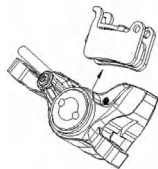
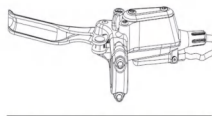

Figure 2-5 Démontage/montage des plaquettes de frein et des accessoires
Figure 2-6 Le réservoir d'huile du disque est parallèle au sol
- ② Retirez la roue et retirez la plaquette de frein du milieu de l'étrier de disque (comme indiqué sur la figure 2-5).
- ③ Nettoyez le piston et ses environs.
- ④ Réglez le vélo de manière à ce que le réservoir d'huile de frein à disque soit au niveau du sol, puis dévissez la vis d'étanchéité du réservoir d'huile (comme indiqué sur la Figure 2-6).
- ⑤ Appuyez sur le piston jusqu'à la position inférieure sans le déformer ni le faire saillir (veuillez noter que l'huile contenue dans la rainure peut s'écouler).
- ⑥ Installez de nouvelles plaquettes de frein et réinstallez les roues.
- ⑦ Appuyez plusieurs fois sur le levier de frein pour vous assurer que la poignée est fermement enfoncée.
- ⑧ Après avoir vérifié qu'il n'y a pas d'interférence entre la plaquette de frein et le disque, fixez la roue.
- ⑨ Après avoir serré la vis d'étanchéité du réservoir d'huile, remettez le levier de frein à son angle de conduite d'origine.
Sur le corps principal de l'étrier de frein à disque, lorsque le mouvement du piston ou la saillie des deux côtés est irrégulier ou que la plaquette de frein interfère avec le disque, veuillez vous référer aux étapes de remplacement des plaquettes de frein (comme indiqué sur la figure 2-5).